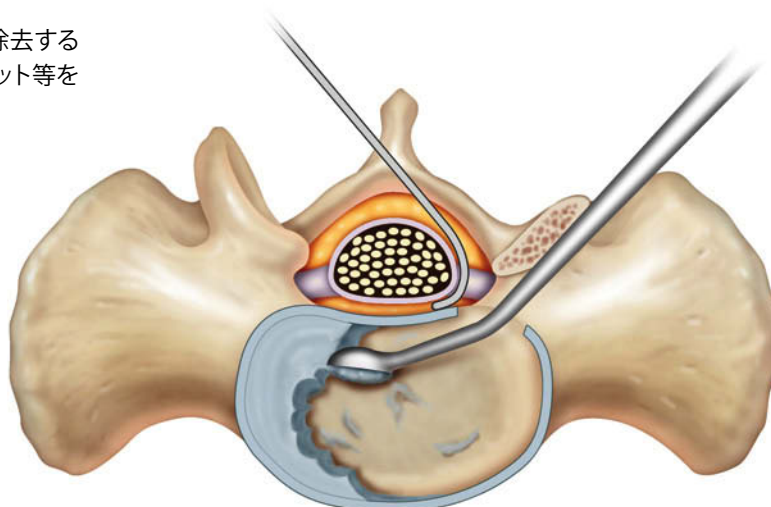

図 15
3. 椎間板腔の対側後方の隅から椎間板組織を確実に除去するためには、オフセット式のダウンバイティング・キュレット等を使用します(図15)。